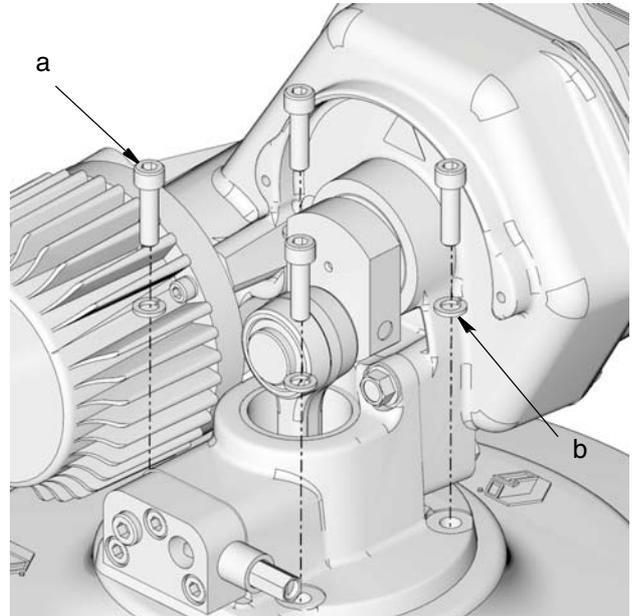

Рис. 18
6. Выкрутите болты (a) и удалите шайбы (b), удерживающие насос Dyna-Star на крышке, и снимите насос с крышки (Рис. 18). Уложите насос на верстак или на крышку стола, покрытой чехлом для защиты от пыли.